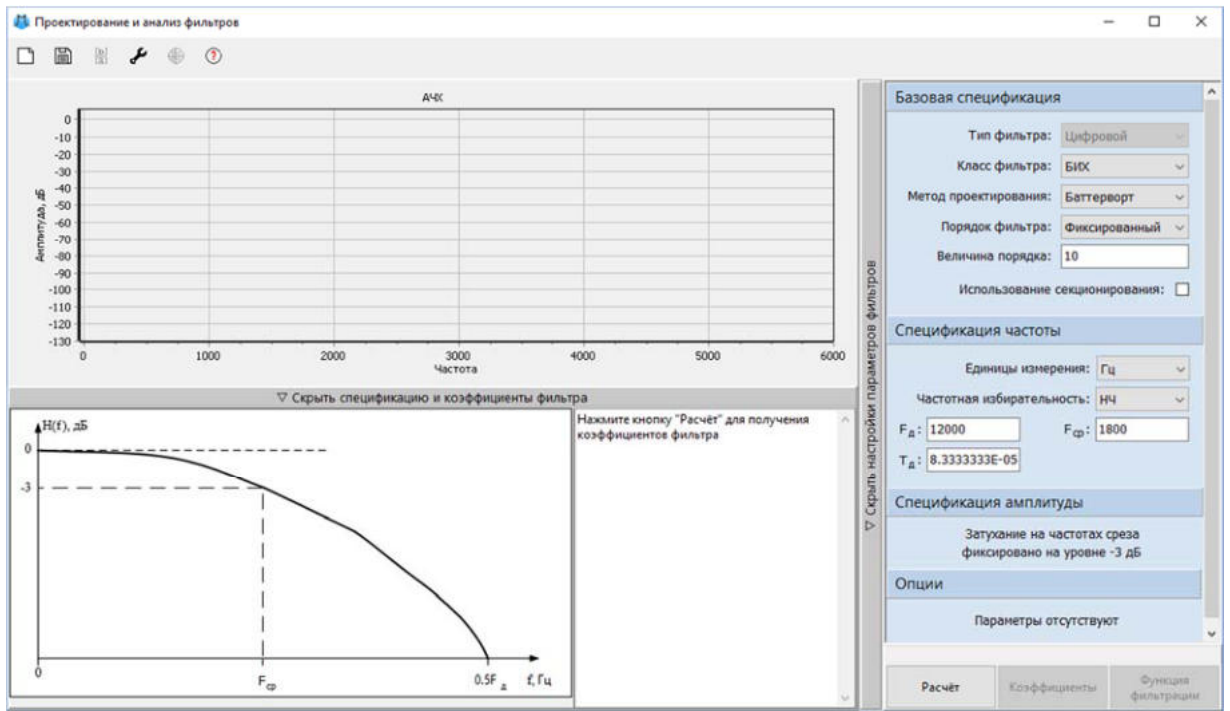

Рис. 3. Окно "Проектирование и анализ фильтров" блока "Цифровой фильтр" со значениями по умолчанию.
1. Двойным нажатием левой кнопкой мыши по блоку Цифровой фильтр открыть окно Проектирование и анализ фильтров, в котором будут задаваться параметры фильтра (Рисунок 3).